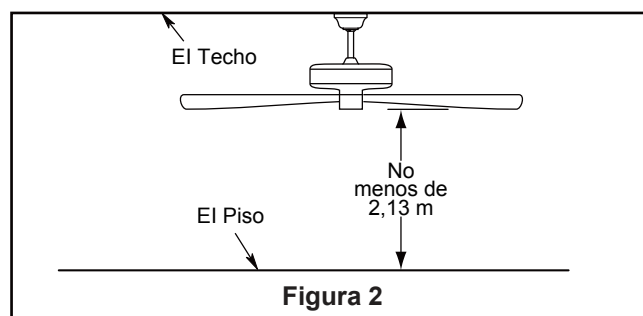

Figura 2
Uso de perfil profundo (Figura 2)
2. Retire el clip de horquilla y pasador de horquilla de la parte inferior de la bola para colgar. Retener el pasador y clip para la reinstalación en el paso 4. (Figura 2)
Debe colgar el ventilador a una distancia mínima de 2,13 m desde las aspas hasta el piso. (Figura 2)
Para evitar una posible descarga eléctrica, asegúrese de cortar la alimentación eléctrica de la caja de fusibles principal antes de alambrado el ventilador. (Figura 2)
2. Coloque y ajuste firmemente la cubierta para el tornillo de la base sobre los tornillos de reborde de la abrazadera para colgar mediante el mecanismo de seguro por giro del chavetero. (Figura 2)
2. Extraiga uno de los tres tornillos del soporte ubicado en la parte interior de la unidad del motor. Guárdelos para después y afloje levemente los otros dos tornillos. (Figura 2)
2. Restablezca la fuente de alimentación de la toma de corriente encendiendo la electricidad del fusible principal. (Figura 2)